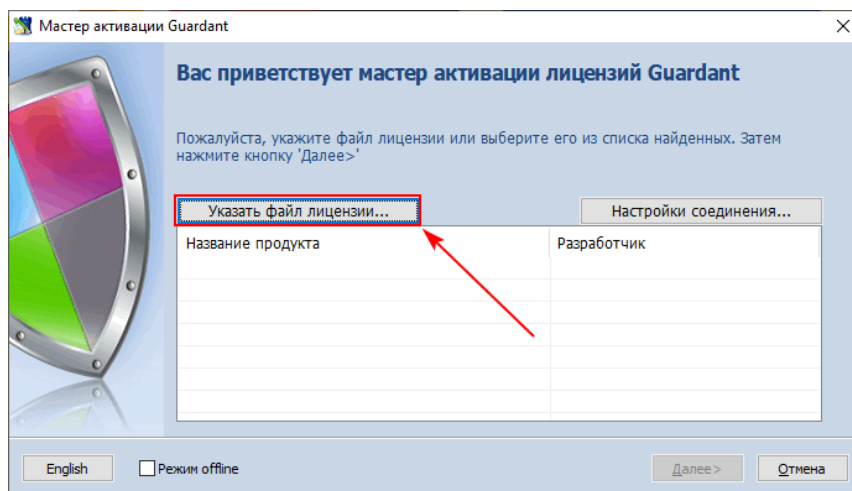

Рисунок 25 - Кнопка «Указать файл лицензирования...»
3. Нажмите **Указать файл лицензии...** (Рисунок 25).